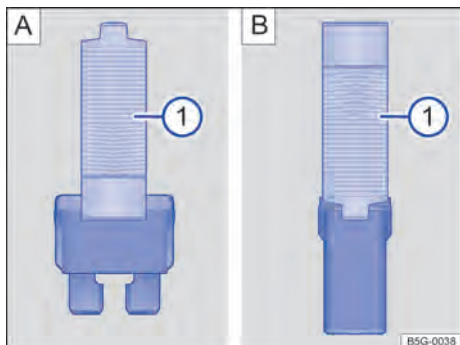

Fig. 181 Retirar ou colocar o fusível com a pinça de plástico: [A]: fusível plano, [B]: fusível de bloqueio.
→ Fig. 181 ① da cobertura da caixa de fusíveis.
→ Fig. 181 [A] ① ou → Fig. 181 [B] ① lateralmente no fusível.
- Caso o fusível esteja queimado, substituir o fusível por um novo da *mesma* intensidade de corrente (*mesma* cor e inscrição) e do *mesmo* tamanho → ①.